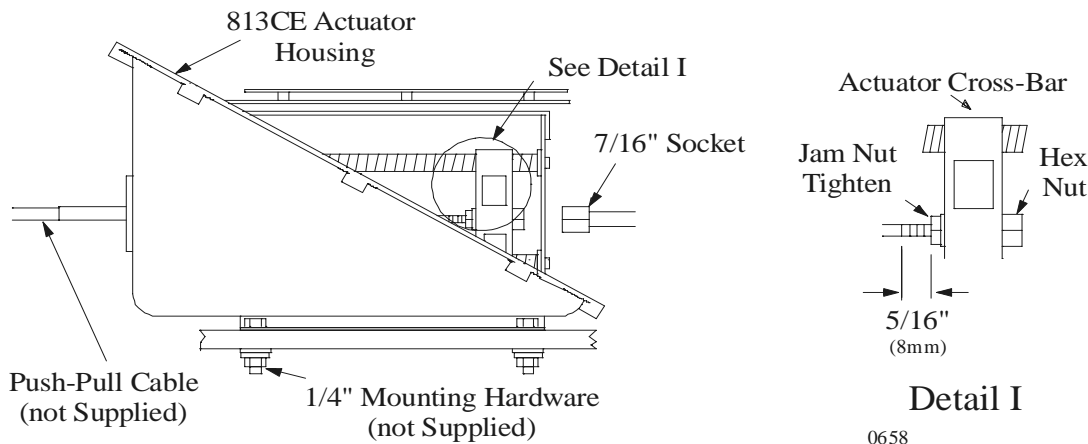

Abbildung 8: Anschluss der mechanischen 813CE-Schaltzüge
A) Siehe Abbildung 8:.
- E) Ist das Ende des Schaltzugs im Innern des 813CE sichtbar, installieren Sie die Kontermutter Nr. 10-32 neu, sodass ca. 7,9 mm Gewinde über die Kontermutter vorsteht. Siehe Abbildung 8; Detail I.